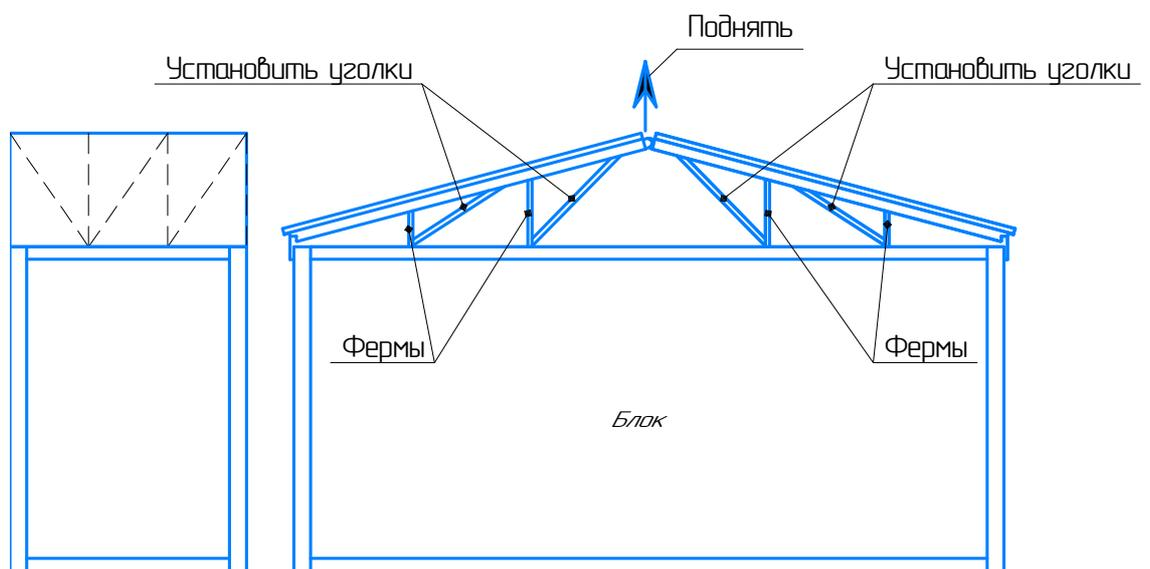

Рисунок 14
- 3.6.5. Установить уголки продольной фермы на болтовое соединение (смотри рисунок 14, приложение Б).